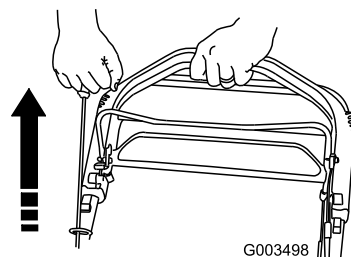

Figure 22
3. Tirez sur la poignée du lanceur (Figure 22).